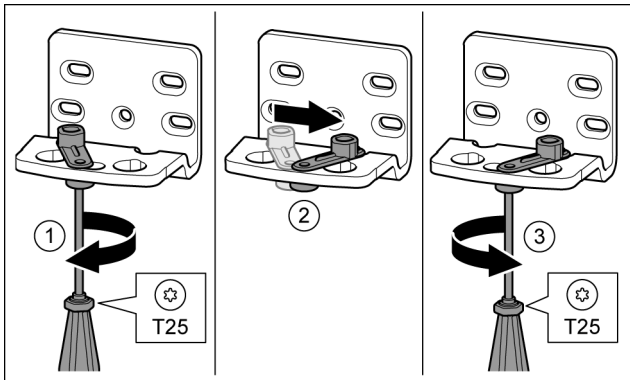

Fig. 16
- ▶ Skrutkovačom T25 voľne zaskrutkujte skrutku. Fig. 16 (1)
- ▶ Pomôcku na zatváranie dverí zdvihnite a otočte o 90° doprava v otvore. Fig. 16 (2)
- ▶ Skrutkovačom T25 pevne zaskrutkujte skrutku. Fig. 16 (3)